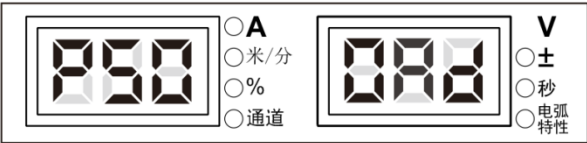

图 3-44 型号显示界面
2. 按**执行**键确认后, 数码管显示焊接电源型号, 如图 3-44 所示。